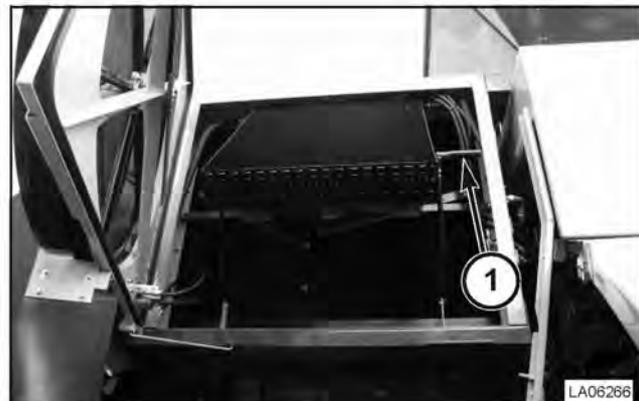

FIG. 117
FIG. 117: para acceder a la parte trasera del enfriador y condensador como también al radiador, la combinación de enfriadores puede ser tirada hacia delante tirando de la manija (1). Realizar el procedimiento inverso para ubicar nuevamente los componentes en su posición.